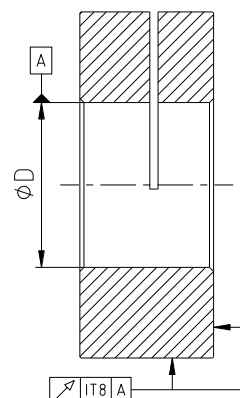

Fig. 16 : Concentricité et perpendicularité
- Si le client réalise l'alésage du moyeu, il faut qu'il respecte précisément concentricité et perpendicularité (fig. 16).